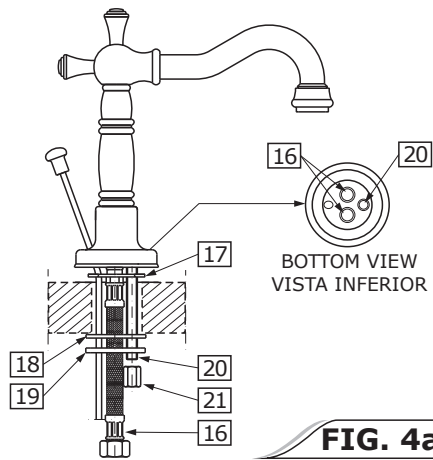
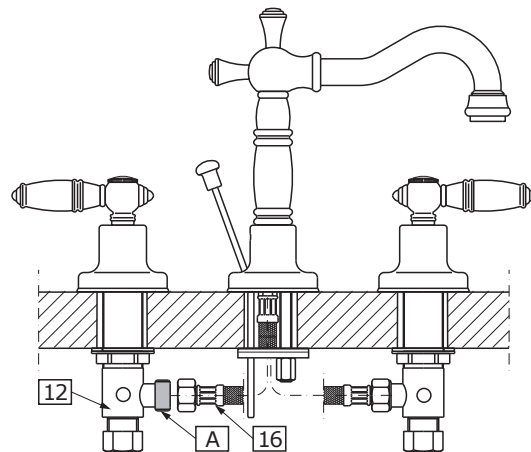

FIG. 4a
FIG. 4b
- ➔ Connect flexible hose (16) into proper holes (see bottom view at fig. 4a). Screw stud bolt (20) into small hole.
- ➔ Insert the faucet into the fitting hole of the lavatory, making sure to insert elastic washer (17).
- ➔ Insert the rubber washer (18), steel washer (19) on the stud bolt (20) then screw nut (21).
- ➔ Apply thread sealant or tape on the sealing area (A) – see fig. 4b.
- ➔ Loop hose and attach large nut end of hose (16) to the connection of valve (12).
- ➔ Conecte la manguera flexible (16) dentro de los agujeros apropiados (ver vista inferior fig. 4a). Atornille el tornillo (20) dentro del agujero pequeño.
- ➔ Inserte el grifo en el agujero apropiado del lavatorio cerciorándose de insertar la arandela elástica (17).
- ➔ Inserte la arandela de goma (18), la arandela de metal (19) y el tornillo (20) y entonces atornille la tuerca (21).
- ➔ Aplique el sellante o la cinta en el hilo de rosca en el área (A) – veá dis. 4b.
- ➔ Coloque lamanguera y una el extremo largo de la tuerca con la manguera (16) a la conección de la válvula (12).